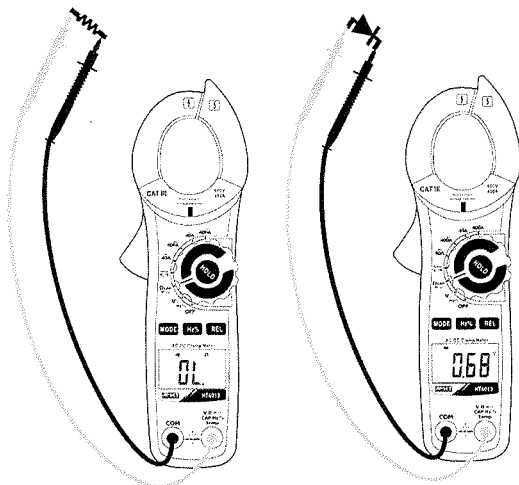

Abb. 7: Verwendung der Zange für Durchgangstest und Dioden-Test
3. Verbinden Sie die rote Messleitung mit der \rightarrow \rightarrow **CAPHz%Temp** Eingangsbuchse, und die schwarze Messleitung mit der **COM** Eingangsbuchse und führen Sie den Durchgangstest des zu messenden Objekts durch (siehe Abb. 7 – linke Seite). Der Summer ertönt, wenn der Wert des gemessenen Widerstands niedriger als 30 ist. Ω
5. Verbinden Sie die rote Messleitung mit der Anode und die schwarze Messleitung mit der Kathode der Diode bei der Messung von direkter Polarisierung (siehe Abb. 7 – rechte Seite). Bei der Messung von umgekehrter Polarisierung wechseln Sie die Messleitungen aus.